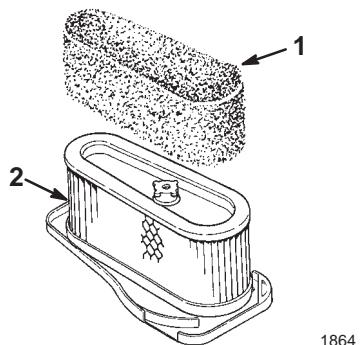

Figure 34
4. Glissez délicatement l'élément en mousse hors de l'élément en papier (Fig. 34).
1. Glissez délicatement l'élément en mousse sur l'élément en papier (Fig. 34).